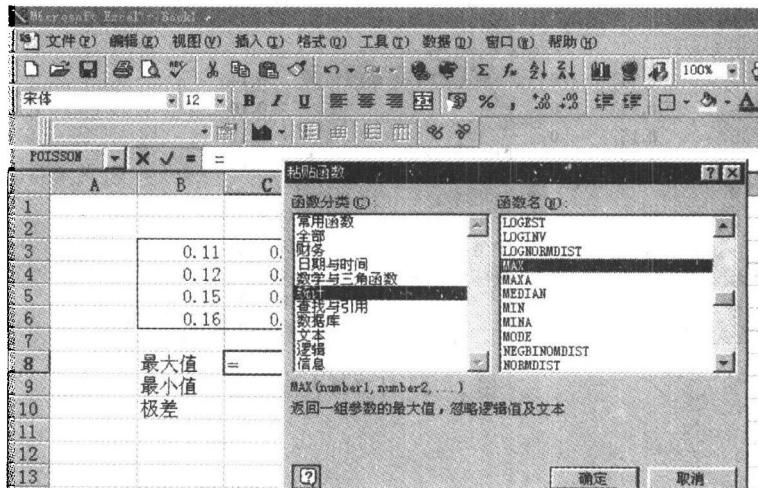

图 2-2 选最大值 MAX
(3) 点击[函数(F)],将出现一菜单,见图 2-2。在[函数分类]栏中选[统计]项,然后